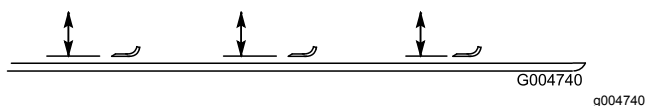

Figura 115
2. Rode a lâmina até que a extremidade fique virada para a frente e para trás e meça entre o interior da plataforma do cortador e a parte cortante na zona dianteira da lâmina (Figura 115).